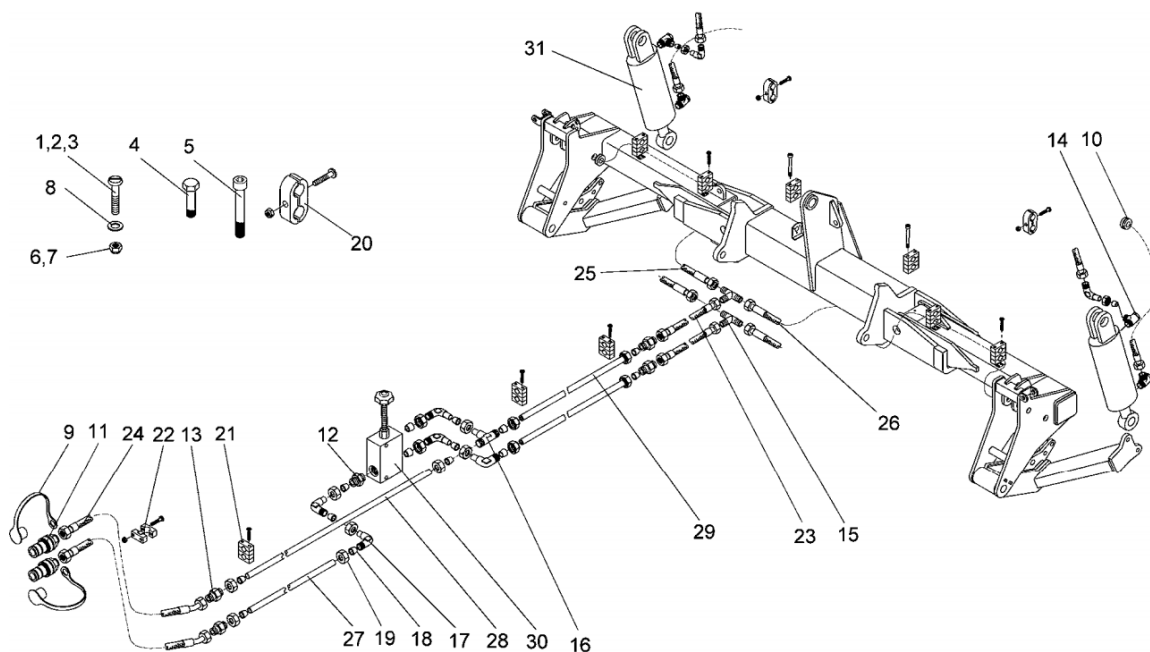
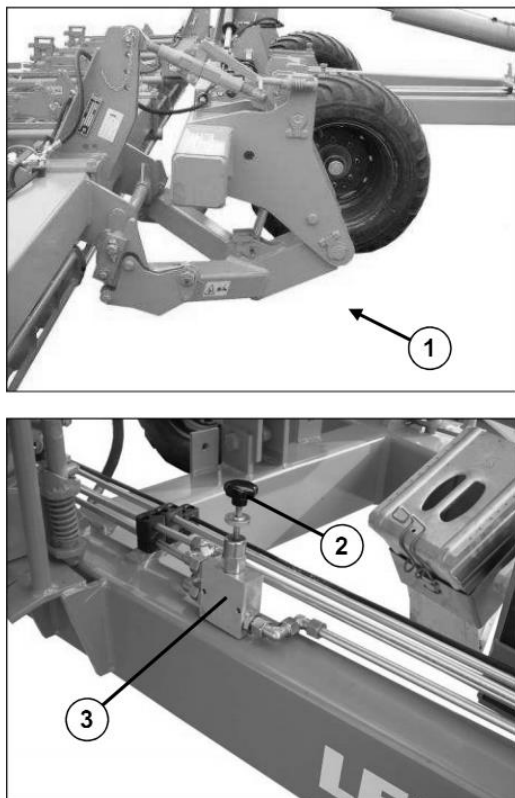

Рис.4.7 - Гидропривод навески рабочих секций
Рис.4.8 - Клапан давления
**Гидравлический привод навески рабочих секций** (рис.4.7) предназначен для подъёма-опускания рабочих органов при технологических переездах, регулировки заглубления рабочих органов во время работы, увеличения давления (догрузки) прикатывающих катков. Для этого используется трёхточечное гидравлическое устройство двойного действия с регулируемым (перепускным) клапаном давления (рис.4.8).